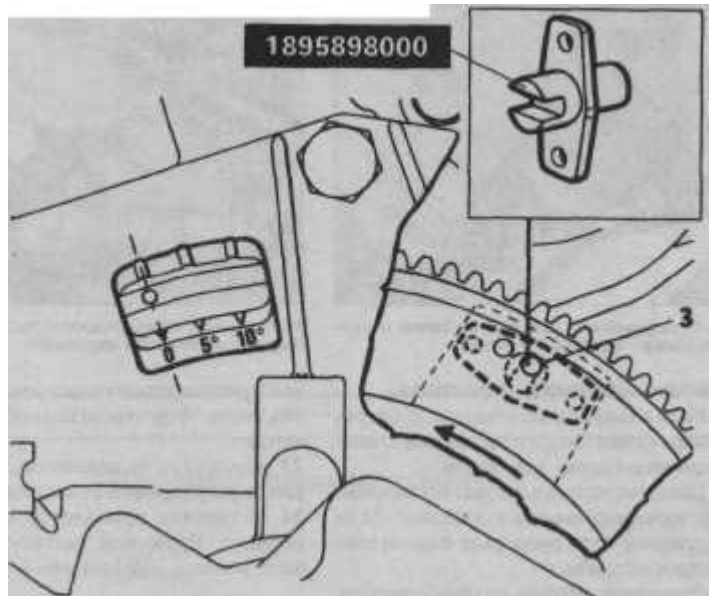

Рис. 4.7 Специальный инструмент для установки датчика скорости/положения коленвала (Глава 13)
- 10 Теперь потребуется специальный инструмент FIAT №1895898000, или другой подходящий. Инструмент приспособляется на кронштейн вместо датчика, и паз в инструменте точно располагается на выступе ВМТ на маховике - см. рис. 4.7. Если используется самодельный инструмент, очень важно точно его изготовить.